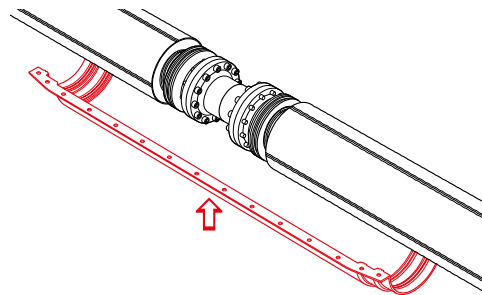

Рис. 4.8.4
4. Расположить нижнюю половину защитного кожуха под изолируемым стыковым соединением таким образом, чтобы она плотно прилегала к поверхности труб в местах нанесения герметика (рис. 4.8.4).